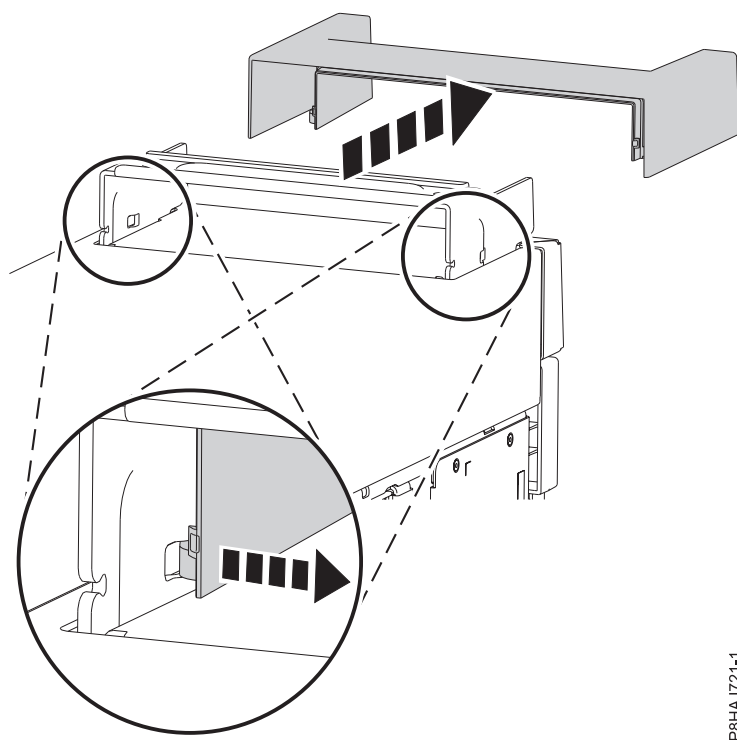

Figura 17. Removendo a tampa da alça de um sistema 8286-41A independente
3. Remova a tampa da alça deslizando-a para a frente do sistema e, em seguida, levantando-a. Consulte o Figura 17 na página 39.